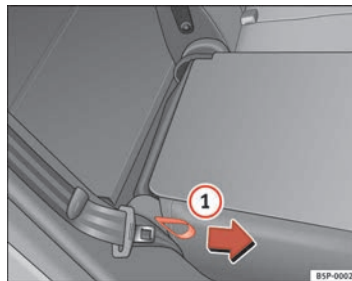

Abb. 99 Umklappen bzw. Aufrechtstellen der Rück-sitzlehne
- Ziehen Sie an der Schlaufe auf der Seite des Sitzes ⇒ Abb. 99 **1**.